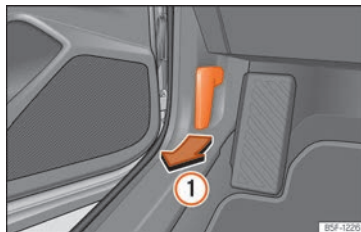

Abb. 207 Entriegelungshebel im Fahrerfußraum.
- Öffnen Sie die Tür und ziehen Sie an dem Hebel unterhalb der Instrumententafel >>> **(Abb. 207) ①**.